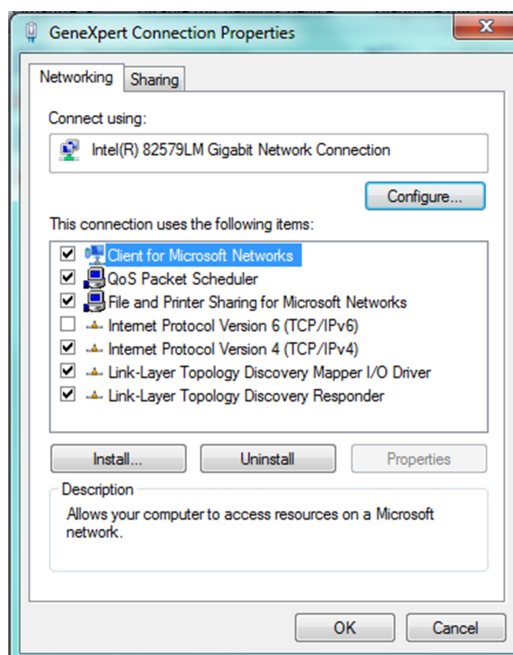

图 2-41. GeneXpert Connection Properties（GeneXpert 连接属性）屏幕
7. 从下拉菜单中选择 **Properties**（属性）。显示了图 2-41 所示的屏幕。